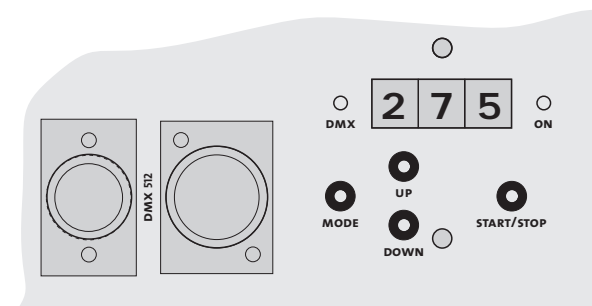

Abb. 3:
- a) Drücken Sie die Mode-Taste [14] auf dem Bedienfeld, bis im Leuchtziffern-display [17] drei Zahlen erscheinen (siehe Abb. 3).